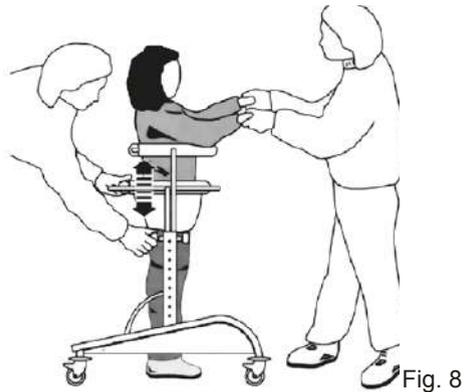

Fig. 8
- del soporte pelvico (fig. 8)